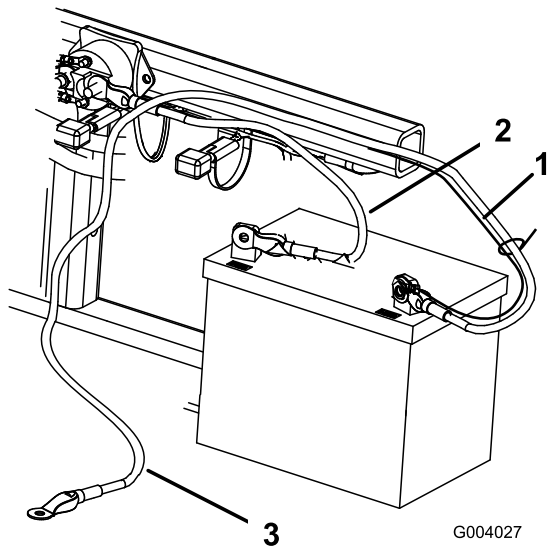

Bild 7
- Befestigen Sie das Pluskabel (rot) mit einer Schraube (1/4" x 5/8") und einer Sicherungsmutter am Pluspol (+) (Bild 7).
3. Befestigen Sie den kleinen schwarzen Draht und das Minuskabel (schwarz) mit einer Schraube ($\frac{1}{4}'' \times \frac{5}{8}''$) und einer Sicherungsmutter ($\frac{1}{4}''$) an der Minusklemme (-) der Batterie (Bild 7).